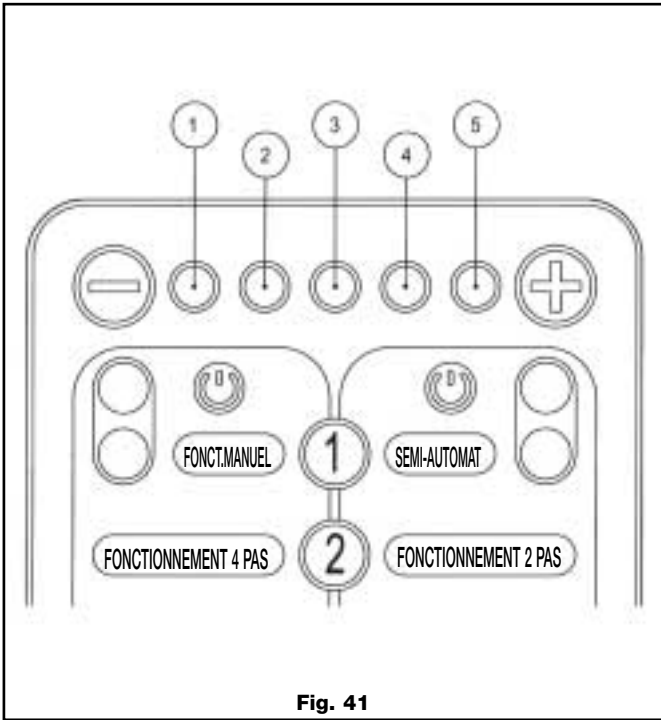

Fig. 41
- Appuyer en tournant à gauche le couvercle du porte-fusible (fig. 41).